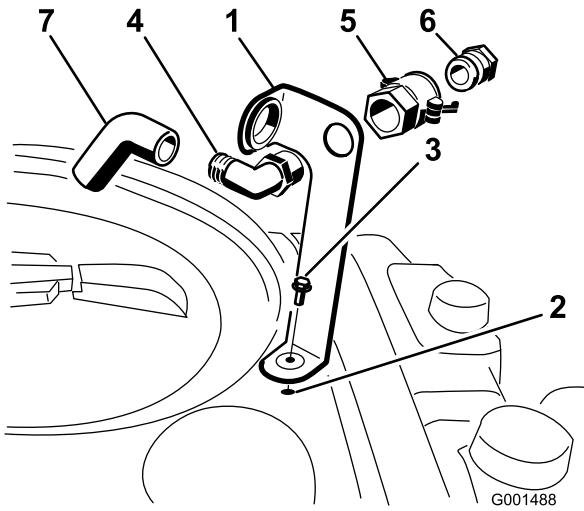

Bild 3
- Setzen Sie die Füllanschlusshalterung auf das Gewindeloch im Behälter und befestigen Sie sie mit einem Bundbolzen (5/16 x 3/4 Zoll) (Bild 3).
- Stecken Sie das Gewinde des 90-Grad-Anschlussstückes durch die Halterung und schrauben Sie die Schnellkupplung auf. Befestigen Sie sie an der Halterung (Bild 3).
- Montieren Sie den Schlauchadapter auf die Schnellkupplung (Bild 3).
- Drehen Sie die Hebel zum Adapter, um ihn zu arretieren. Befestigen Sie ihn dann mit den Lastösenbolzen (Bild 3).
- Stecken Sie den Rücklaufschlauf durch die große Öffnung in der Halterung und auf das Ende mit dem Widerhaken der 90-Grad-Halterung (Bild 3).